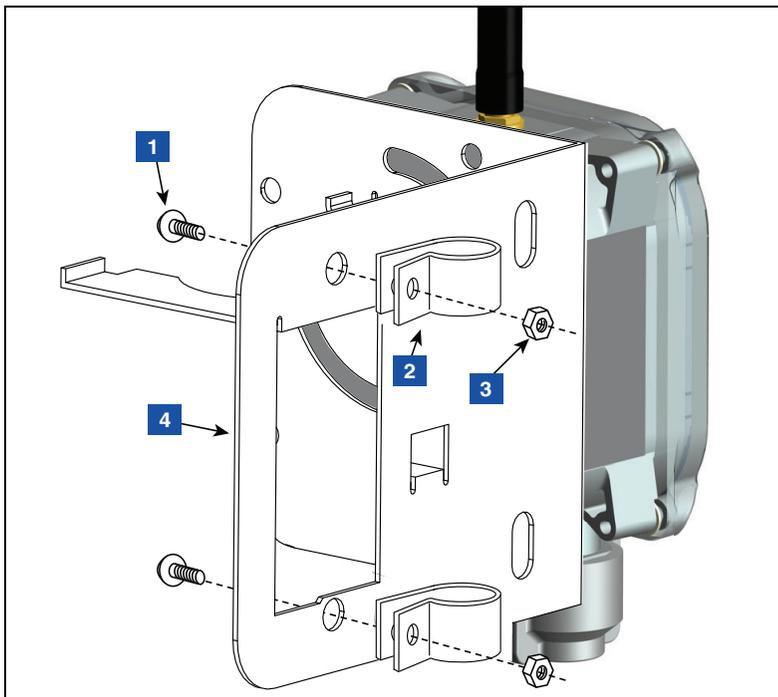

Figura 31. Sujete las abrazaderas del conducto al soporte
4. Fije dos abrazaderas de plástico de 12,7 mm (1/2") a la abrazadera de soporte como se muestra en la Figura 31.
LEYENDA PARA LOS CUADROS NUMERADOS DE LA FIGURA 31